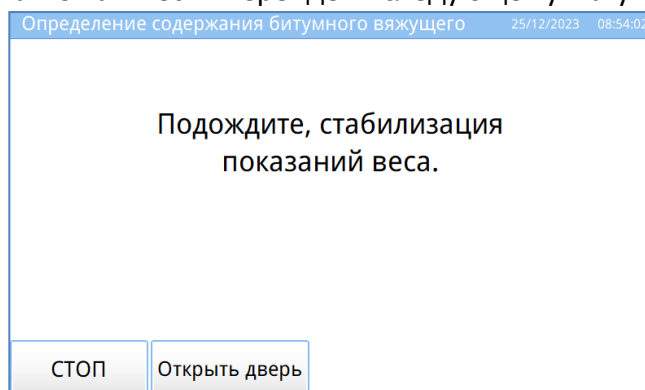

Рисунок 7 – Стабилизация показаний веса
4.5.5 Появится сообщение **«Подождите, стабилизация показаний веса.»** (см. рисунок 7). Через несколько секунд аппарат автоматически перейдет к следующему шагу испытания.